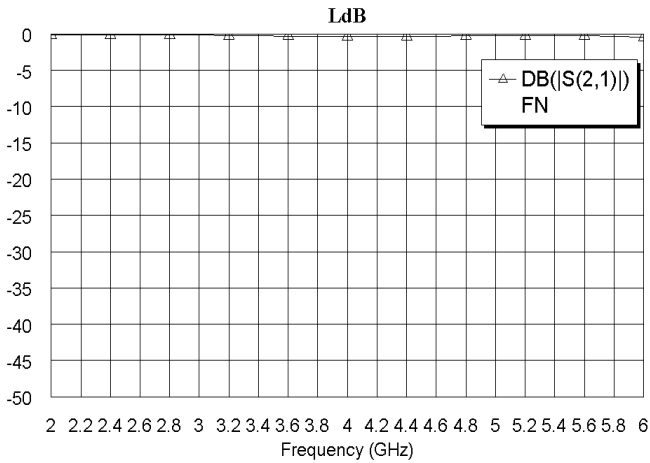

Рис. 2.4
- Щёлкните по графику правой кнопкой мышки. В открывшемся окне на вкладке **Axes** отметьте **x**. Снимите “галочку” в **Auto divs**, в поле **Step** введите 0.2 и щёлкните **Apply**. Отметьте **Left 1**. Снимите “галочку” в **Auto limits** и в поле **Min** введите -50. Снимите “галочку” в **Auto divs**, в поле **Step** введите 5 и щёлкните **Apply**. Нажмите **OK**. Полученный график показан на рис. 2.4.